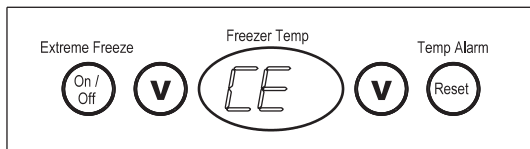

Figure 9
L'affichage indique tour à tour la température et « CE » ou « E » et le tableau de commande émet un bip toutes les cinq (5) secondes (figures 9 et 10). Appuyez sur le bouton ALARM RESET pour arrêter le bip sonore. Appelez un centre de réparation pour résoudre le problème.